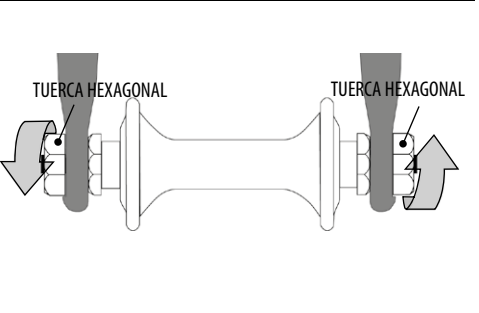

ILUSTRACIÓN 10
- Tuercas hexagonales o tornillos con hexágono interior roscados en la parte exterior o interior del eje del buje (rueda sujeta con pernos, ilustración 10)